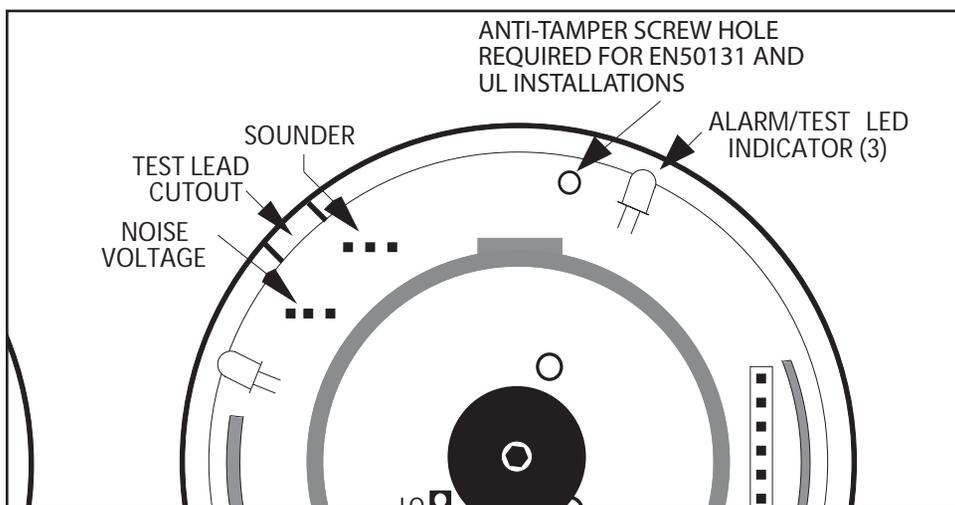

Рис. 2.3. Обзор
3. Подведите провода к тыльной стороне базы и проведите их через центральное отверстие. См. рис. 2.3.
DS938Z разрешает выбор усиления сигнала в зависимости от охраняемой среды. Перемычка выбора усиления расположена под оптическим модулем. См. рис. 2.3.
Использование устройства типа Sonalert (звуковой оповещатель) приведет к подаче звукового сигнала во время возникновения сигнала тревоги на устройстве. Из трех доступных контактов разъема центральный контакт является плюсом (+) относительно крайних контактов (как правило, крайние контакты являются минусами (-)). См. рис. 2.3. Использование звукового оповещателя предназначено только в качестве помощи при установке.